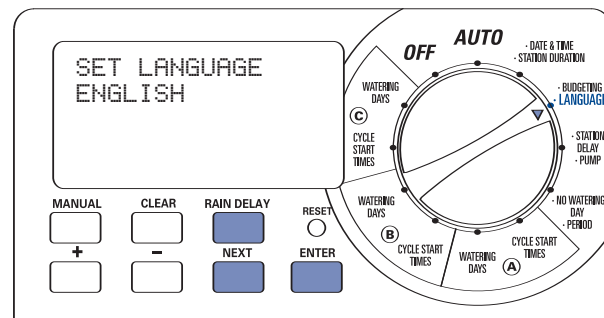

Abbildung 3: Auswählen der Sprache (LCD-Anzeige)
3. Taste **NEXT** (Weiter) drücken, bis die gewünschte Sprache angezeigt wird. [Siehe Abbildung 3]